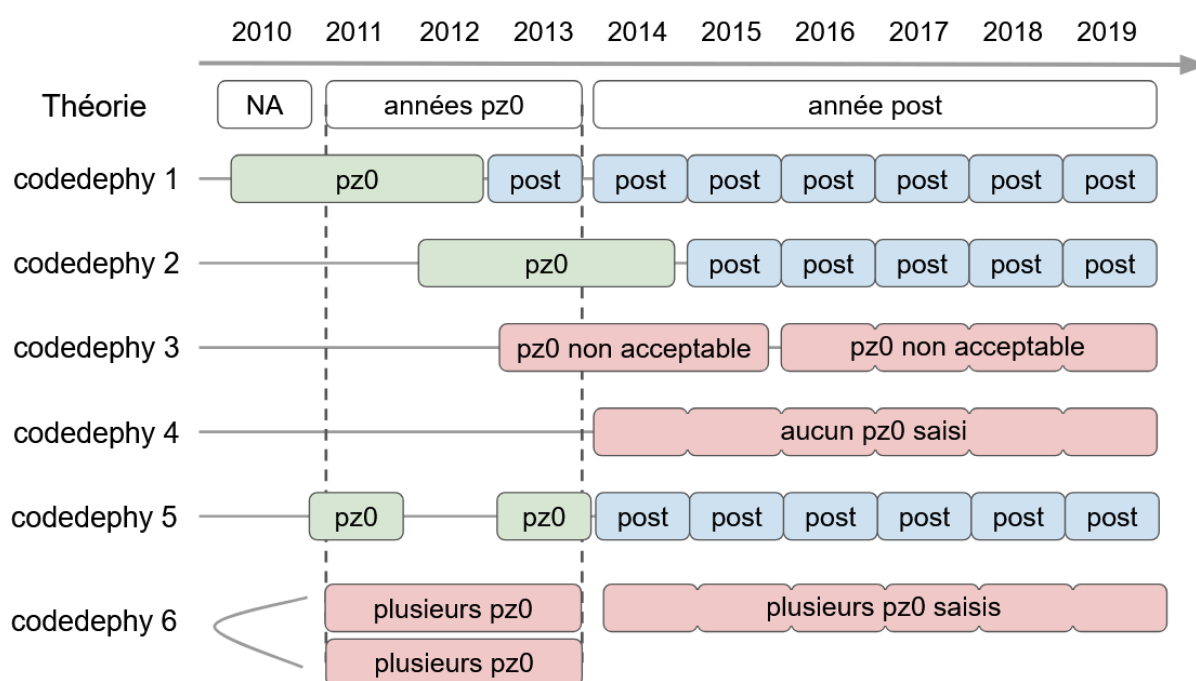

Figure 7 : Frises chronologiques de 6 codes dephy avec les mêmes années d'entrée et de sortie illustrant les pz0 acceptables et non acceptables.
2. synthétisé tri annuel ayant un décalage de un an avant ou après cf code dephy n° 1 et 2 figure 7
Il peut arriver que pour un même code dephy plusieurs synthétisés mentionnent une campagne pz0. Comme il ne peut avoir qu'un seul synthétisé par code dephy pz0, un choix est fait selon l'ordre de qualité ci-dessus. Si les deux saisies sont de qualité similaire, aucun choix ne peut être fait et l'ensemble de la frise est qualifié comme "plusieurs pz0 saisis" cf code dephy n°6 figure 7.
- le nombre de synthétisés mono annuels est entre 1 et 3 (2 sont acceptés même si elles ne sont pas continues, ex : 2011 + 2013 cf figure 7)